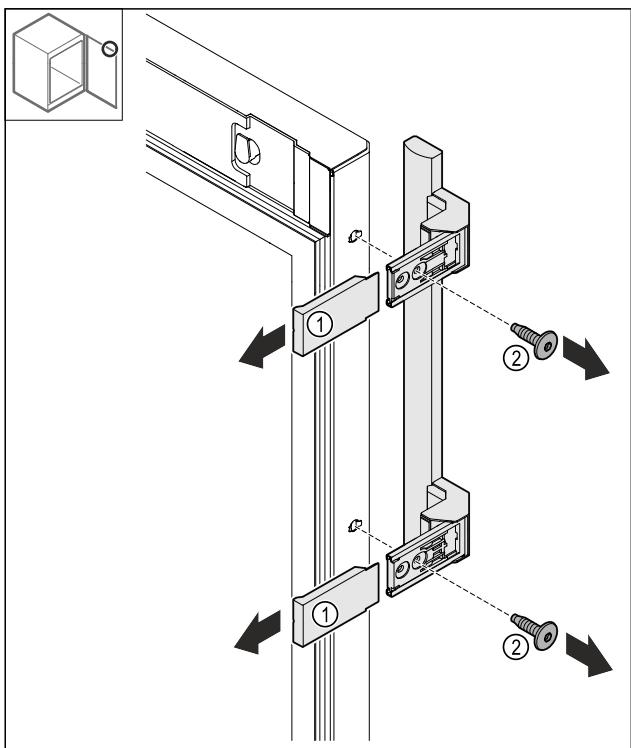

Fig. 25
- Зніміть накладки Fig. 25 (1).
- Викрутіть гвинти Fig. 25 (2).